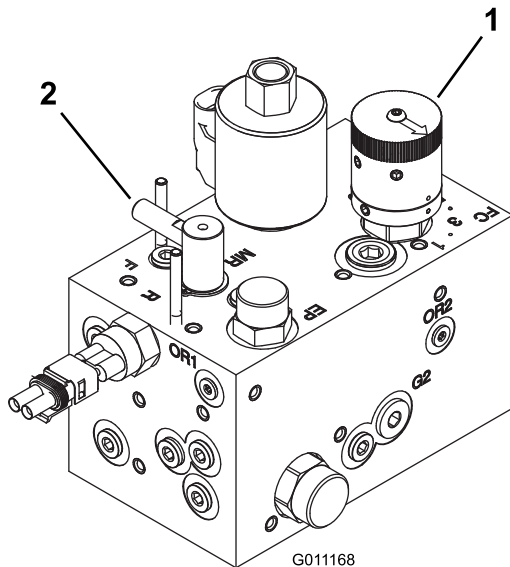

Figure 75
3. Tournez le levier de rodage à la position de rodage (R). Tournez la commande de vitesse des cylindres à la position 1. Voir Figure 75.